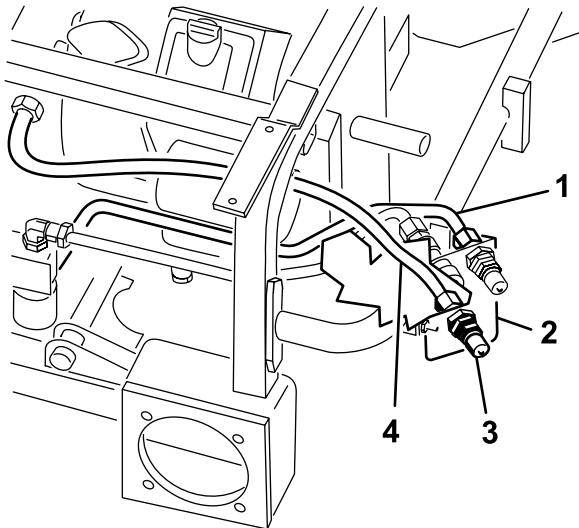

Figure 16
7. Montez la conduite hydraulique (flexible) n° 5 sur le raccord mâle inférieur (Figure 16) sans la serrer.